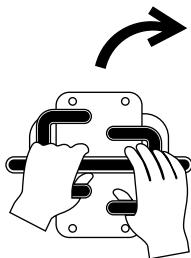

Bild 9
- Bewegen Sie den linken Fahrtriebshebel nach vorne, um nach rechts zu fahren (Bild 9).